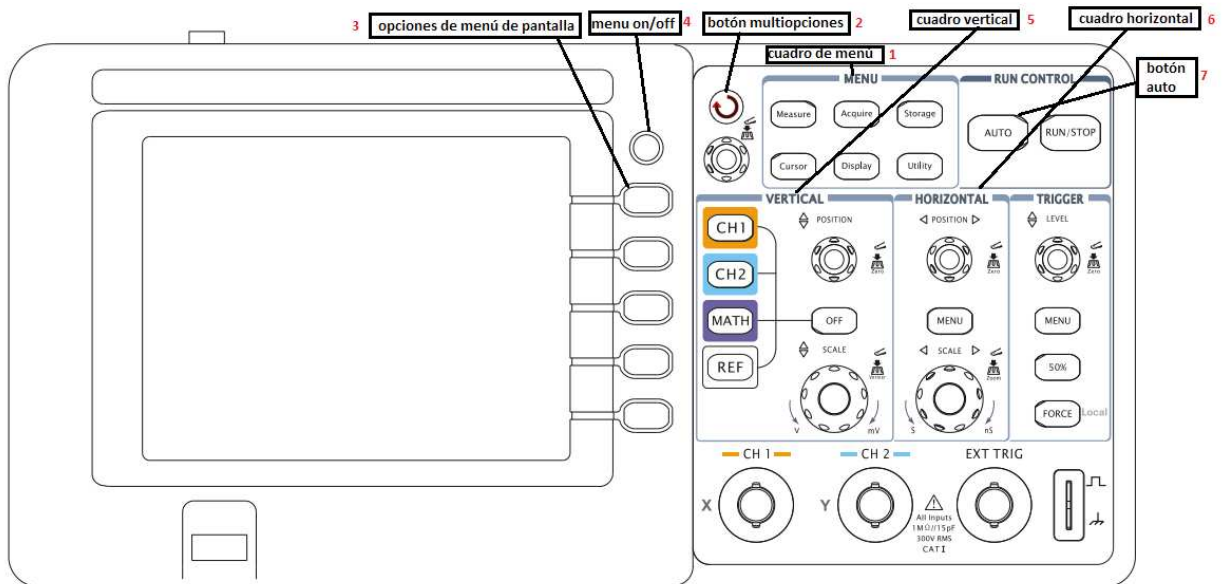

Figura 1
Antes de comenzar la explicación de cómo realizar las medidas, hay que familiarizarse con el panel y los botones. El panel está dividido en cuadros identificados con etiquetas azules que aparecerán entre “ ” cuando se haga referencia a ellas en el texto. Por ejemplo “Menu” (1), “Run control”, etc. Dentro de cada cuadro hay botones y/o pulsadores. Los botones son giratorios y también tienen una función pulsándolos. Cuando se haga referencia a los pulsadores o botones aparecerá su nombre entre <>, por ejemplo <CH1>, <position>, etc. En la figura 1 se han señalado algunas de las partes.